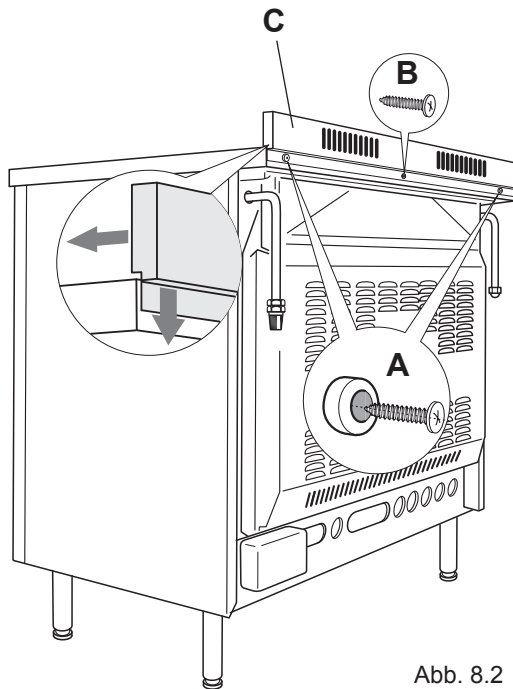

Abb. 8.2
Vor dem Aufstellen des Herds zunächst die hintere Schutzabdeckung "C" montieren (Abb. 8.2).
- Die Bolzen "A" (Abb. 8.2) abnehmen; dazu die Befestigungsschrauben abschrauben.